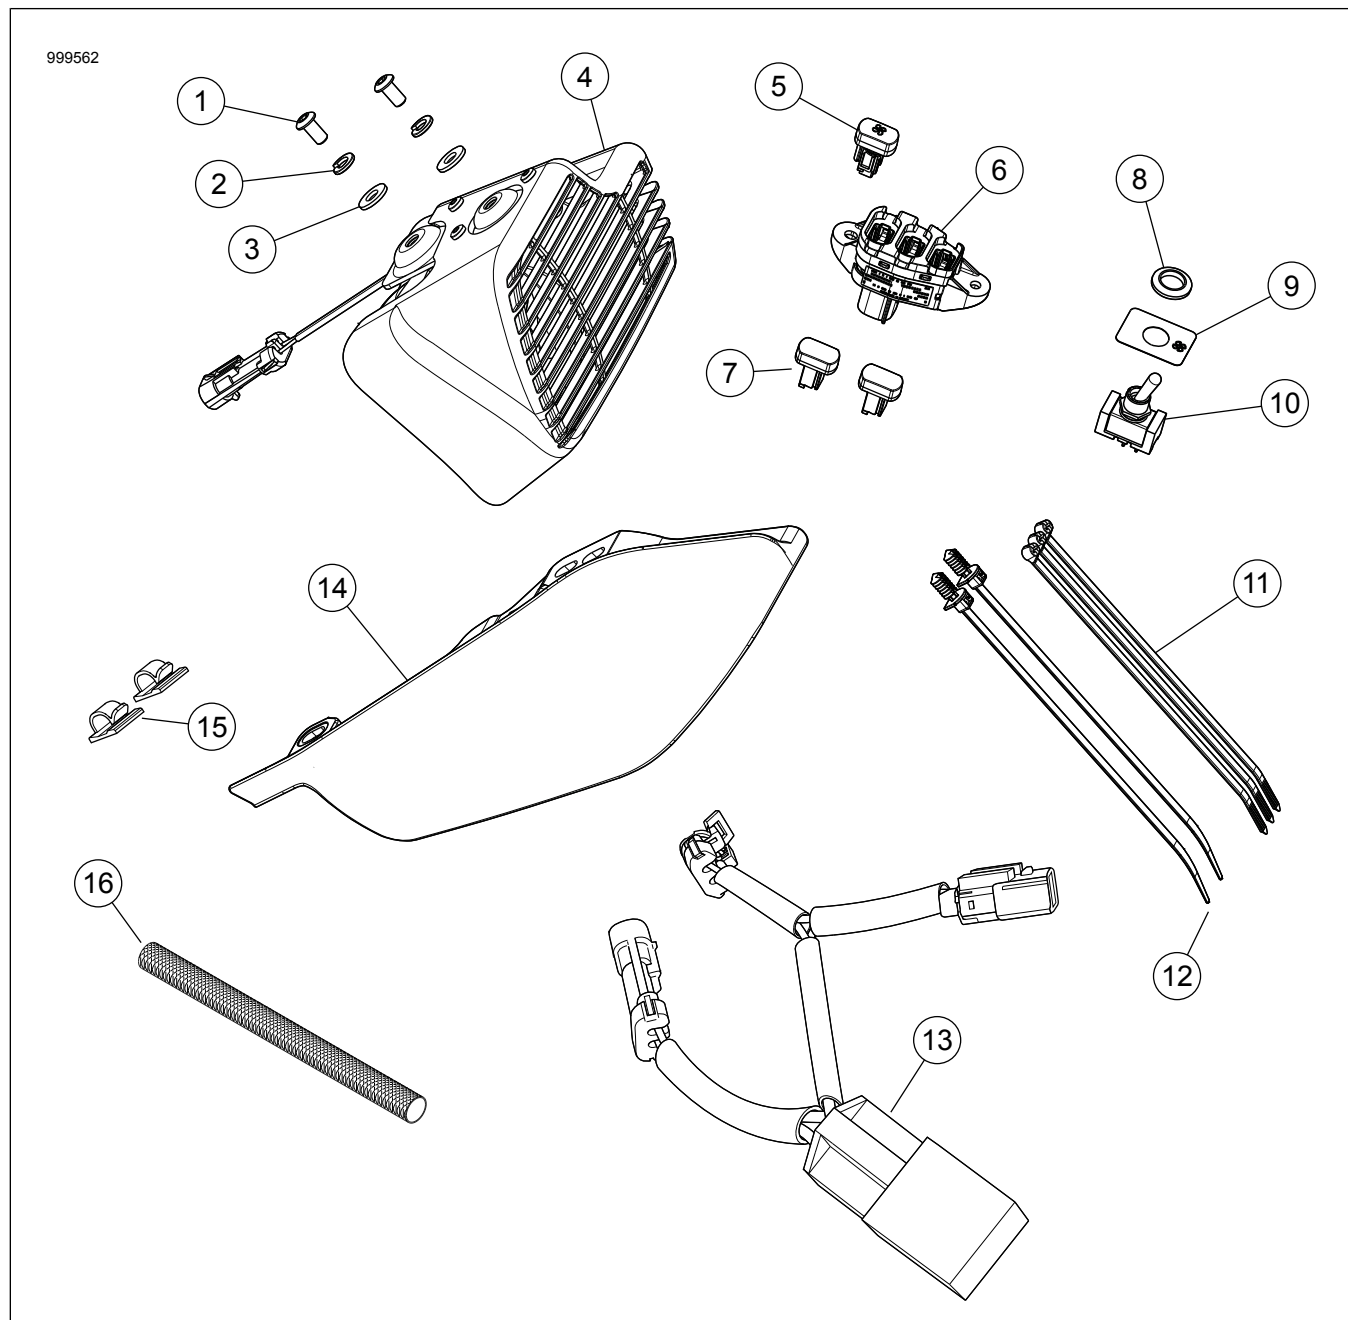

Рисунок 7. Запасные части: Комплект вентилятора
См. Рисунок 7 и Таблица 1.
- См. Рисунок 7 . При наличии ранее установленного оборудования установите новый дефлектор средней рамы (13).
5. См. Рисунок 7 . **Расположение переключателя не на обтекателе:** Установите выключатель вентилятора (10).
6. См. Рисунок 7 . **Расположение переключателя на обтекателе:** Установите выключатель вентилятора (5).
- c. Установите переключатель вентилятора (5) в крайнем правом положении модуля переключателей (6).
- d. При необходимости добавьте заглушки переключателей (7) в модуль переключателей.